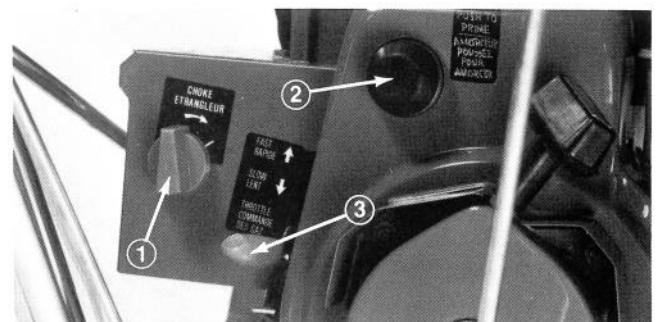

Abb. 17
**Drossel** (Abb. 17) — Wenn man die Drossel nach vorn schiebt, erhöht sich die Motordrehzahl. Nicht mehr Gas geben als erforderlich ist, um den Schnee auf die gewünschte Stelle zu schleudern.
**Choke** (Abb. 17) – Der Choke befindet sich hinten am Vorwärmgehäuse. Zum Starten des kalten Motors den Choke nach rechts auf VOLL (FULL) drehen, und bei zunehmender Erwärmung des Motors wieder allmählich auf AUS (OFF).
**Tupfer** (Abb. 17) – Als Kaltstarthilfe drückt man den Tupfer, damit eine kleine Menge Benzin in den Motor eingespritzt wird.